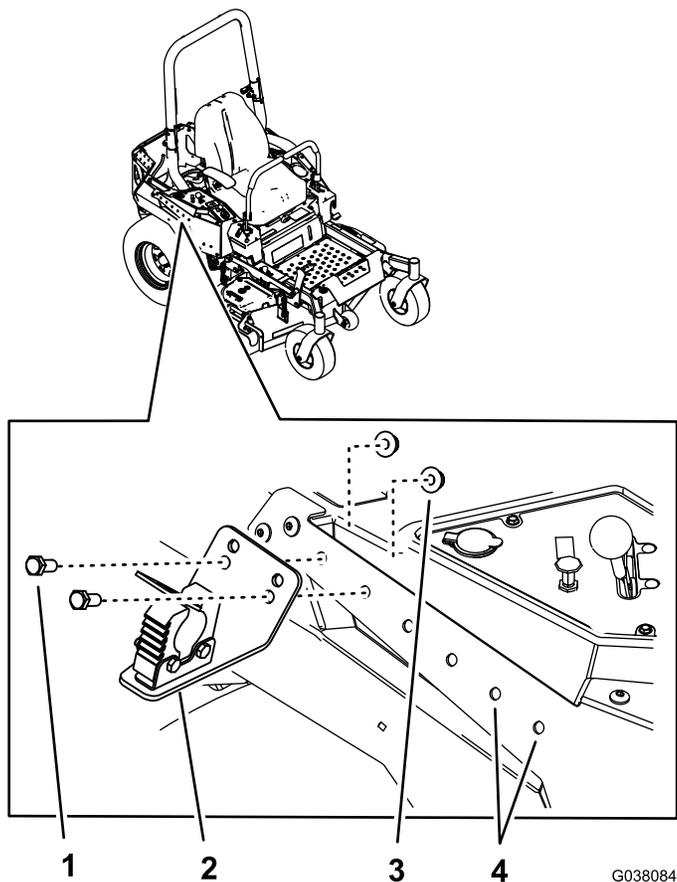

Figure 7
- Fixez le support arrière au panneau droit de la machine à l'aide de 2 boulons ($\frac{3}{8}$ " x $\frac{7}{8}$ ") et 2 écrous ($\frac{3}{8}$ "), comme montré à la Figure 7.